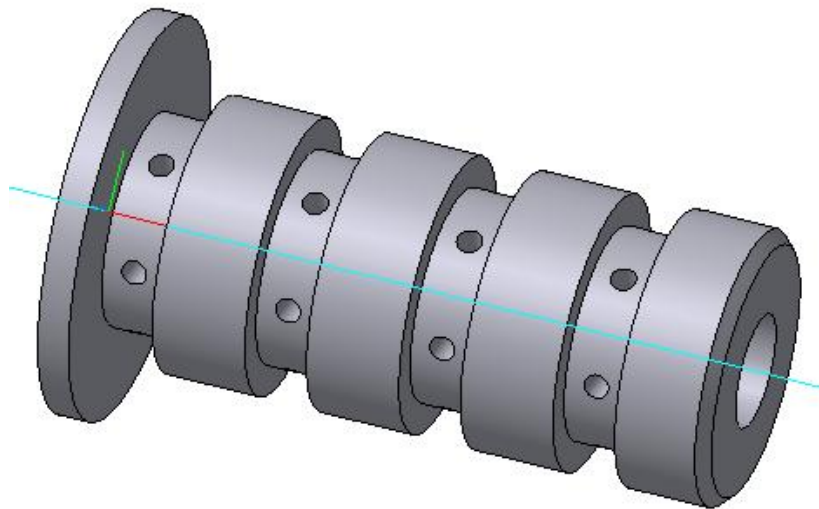

Рис. 115
1.4. Для построения оставшихся 18 отверстий сделайте активной команду **Массив вдоль кривой**, в строке параметров установите количество элементов «4» с шагом «25», в дереве построения выделите **Ось пересечения двух плоскостей** и **Массив по концентрической сетке**, рис. 115.
1.5. Выполните фаску $2 \times 45^\circ$, рис. 115.